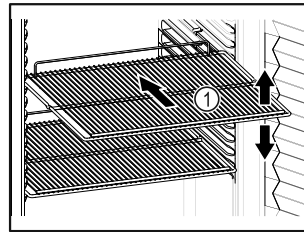

Fig. 78 Beispielhafte Darstellung
- Wenn Abstellroste Fig. 78 (1) versetzbar sind, je nach Höhe anpassen.